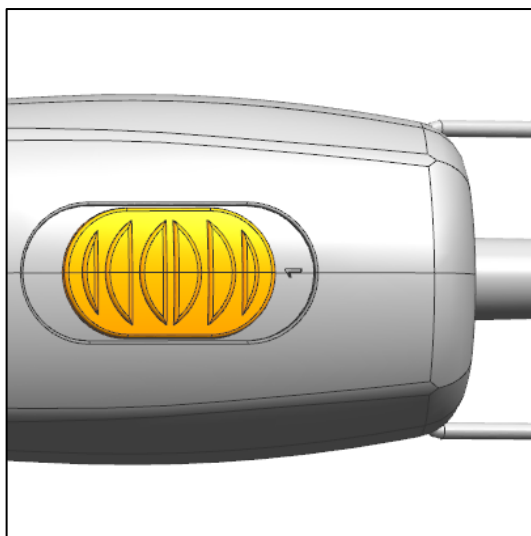

Abb. 49
- Stecken Sie dann die Tierhaarschneidemaschine ein und schalten sie auf Stufe 1 (Abb. 49).